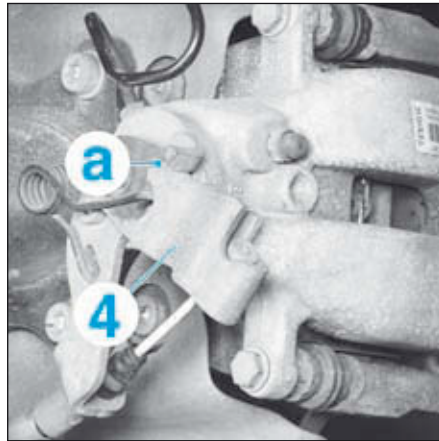

FIG.49
- Vérifier sur les deux étriers arrière que le levier (4) est en butée en (a) (Fig.49).